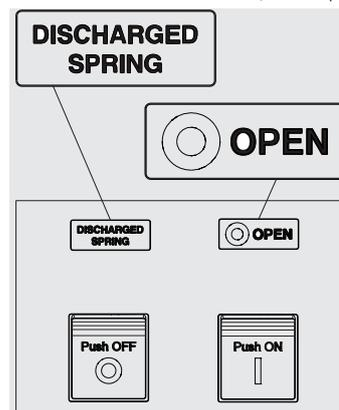

Figura 25
- Interruptor abierto con resortes descargados (véase Figura 25).